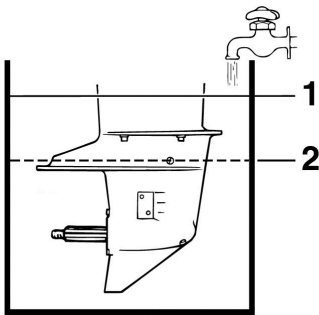

Рис. 44 Промывка системы охлаждения
3. Заполните емкость чистой пресной водой выше уровня антикавитационной пластины (Рис. 44).